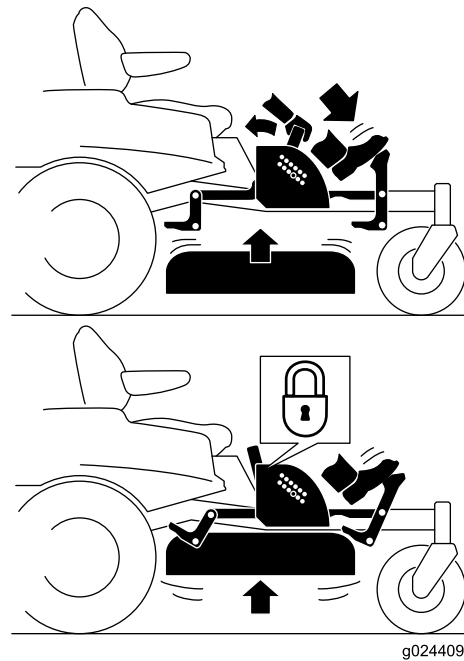

Bild 25
- Treten Sie auf das Mähwerkhubpedal, um das Mähwerk anzuheben; treten Sie solange auf das Pedal, bis das Mähwerk in der Transportstellung arretiert ist (Bild 25).
- Treten Sie auf das Mähwerkhubpedal und ziehen Sie den Transportsperrehebel nach hinten, um die Transportsperre zu entriegeln (Bild 25).
4. Treten Sie auf das Mähwerkhubpedal und ziehen Sie den Hebel nach hinten, um die Transportsperre zu entriegeln (Bild 25).